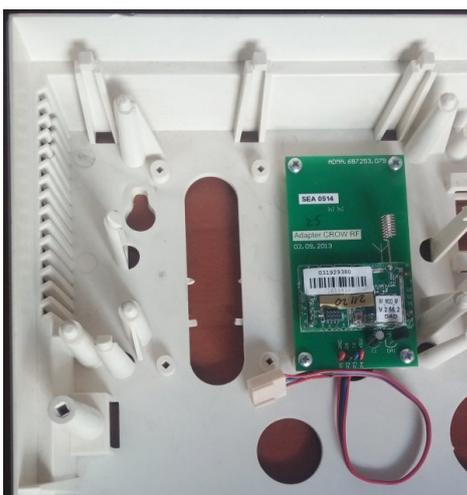

Figura 26. Adaptador “Crow-Lun-11” en la carcasa del equipo
- **Adaptador “CROW-Lun-11”** – se instala en la carcasa – como se muestra en la Figura 26;